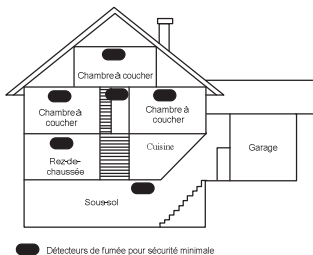

Figure 3 : Emplacement des détecteurs de fumée et de chaleur pour une résidence à plusieurs étages
- ◆ Installez les détecteurs de fumée et de chaleur aussi près que possible du centre des plafonds. Si ce n'est pas possible, placer les alors au plafond, mais pas à moins de 10 cm de tout mur ou coin, comme indiqué en figure 3.